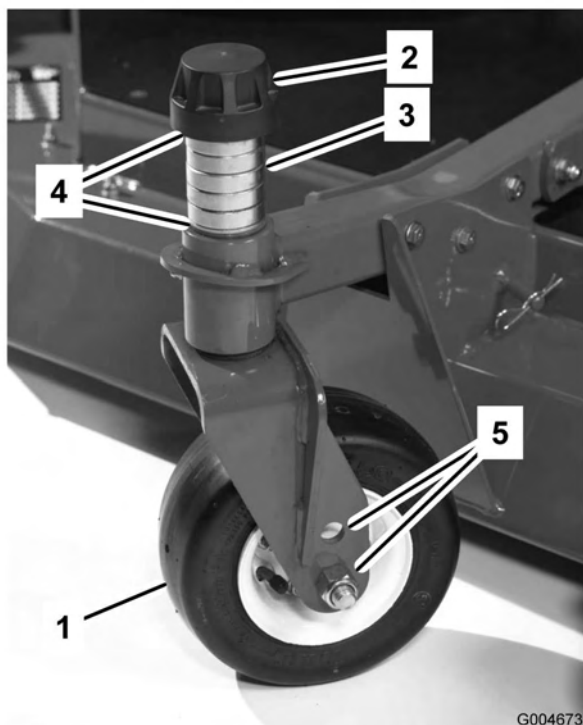

Figura 14
- Retire a tampa de fixação do eixo roscado desloque o fuso (Figura 14) para fora do braço da roda giratória. Coloque ambos os calços (3 mm) no eixo, tal como se encontravam originalmente. Estes calços são necessários para atingir a mesma altura ao longo de toda a largura das unidades de corte. Desloque um número apropriado de cunhas de 1/2 polegada (consulte a tabela abaixo) para o eixo para obter a altura de corte desejada; em seguida, desloque a arruela para o eixo.